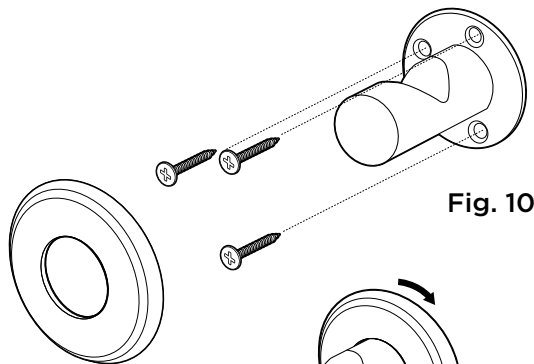

Fig. 10
- Marque y preperfore los orificios de montaje. **Fig. 10**